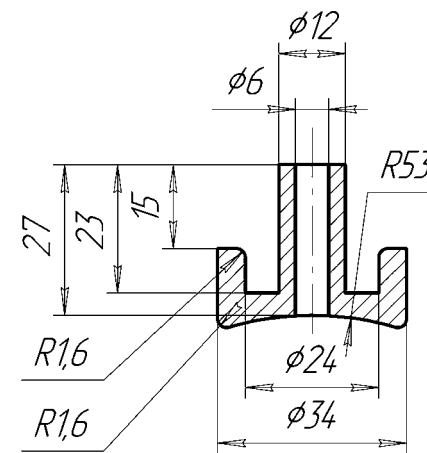
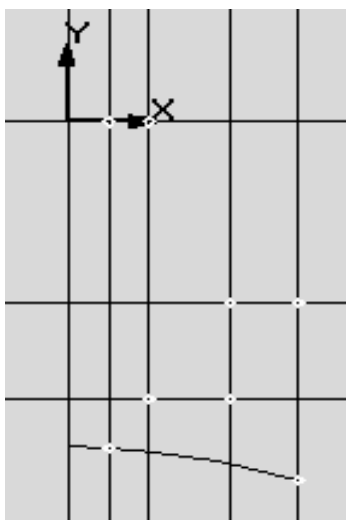

Рис. 4.67
Рис. 4.69
Масляная форсунка предназначена для охлаждения центральной части головки поршня. Она устанавливается в тронк, а снизу упирается в верхнюю головку шатуна. Чертеж масляной форсунки показан на рис. 4.67.
4. Нажмите кнопку (**Непрерывный ввод объектов**), направьте курсор в точку пересечения дуги с крайней правой вертикальной прямой и щелкните мышью. Аналогичным способом отметьте характерные точки чертежа (рис. 4.67). Восьмая точка должна быть на дуге (рис. 4.69).